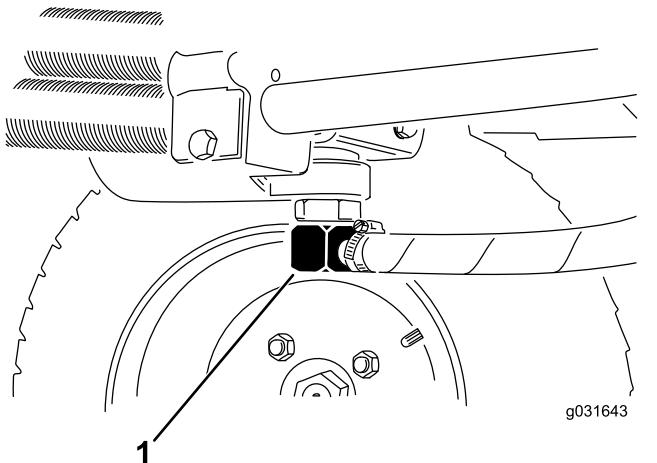

図 65
2. 油圧ラインの接続部または油圧フィルタを外し、流れ出すオイルを容器に受ける図 67と図 65。
3. オイルが全部流れ出たらラインを元通りに接続する図 65。